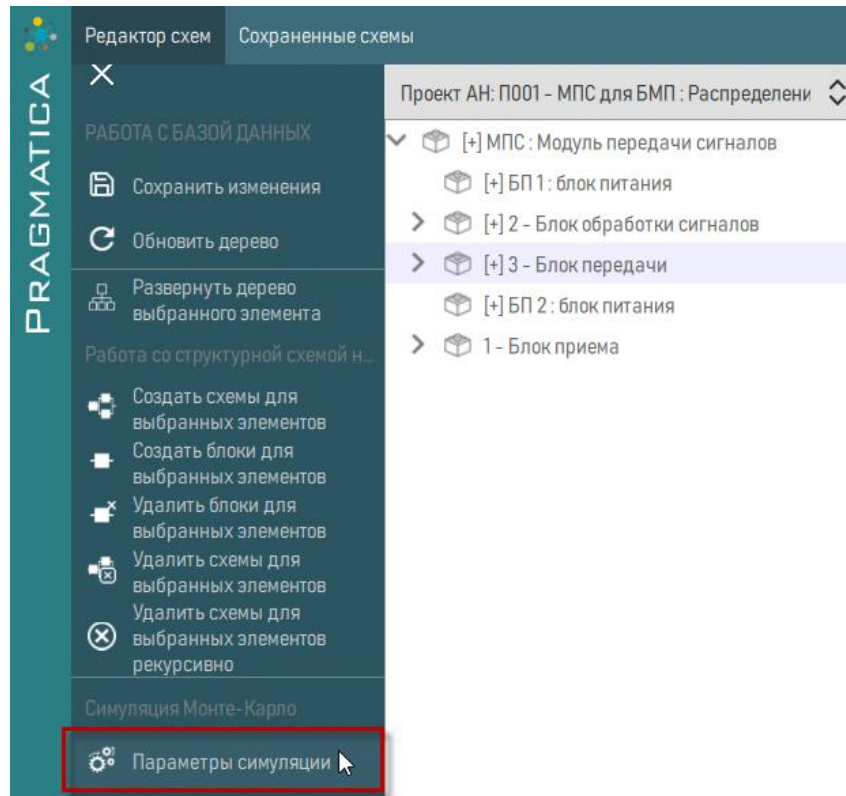

Рисунок 336 – Выбор «Параметры симуляции»
- 3) Для выполнения настройки и запуска расчета нажать на кнопку  «Параметры симуляции» в секции «Симуляция Монте-Карло» на панели слева (рисунок 336).